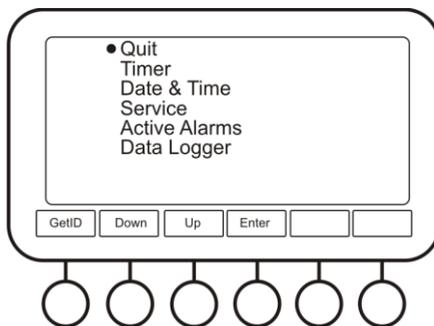

Рисунок 2. Меню прибора
5.9. **Меню инкубатора (Menu, рис. 2).** Кнопка **Menu** открывает меню инкубатора. Используйте кнопки **Up** и **Down** для навигации и кнопку **Enter** для выбора позиции. При навигации, выберите пункт **Quit** для возврата назад по уровням меню. Кнопка **GetID** показывает серийный номер и имя инкубатора.